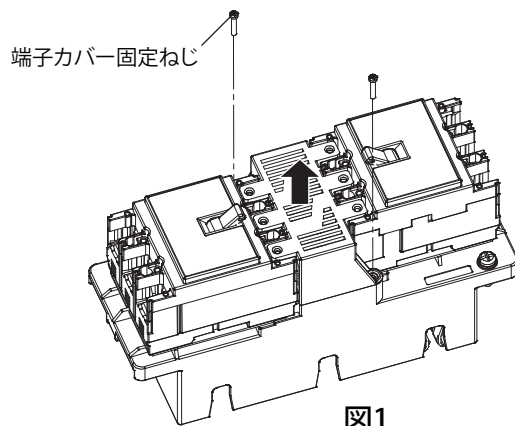
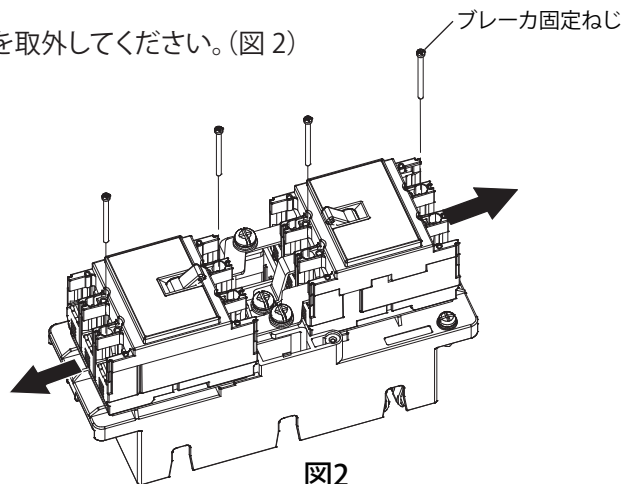

図1
図2
- ① 端子カバー固定ねじをゆるめ端子カバーを取外します。(図 1)
- ② ブレーカの電源側端子ねじをゆるめてください。
- ③ ブレーカ固定ねじ(4 点)を外し、横にスライドしてブレーカを取外してください。(図 2)